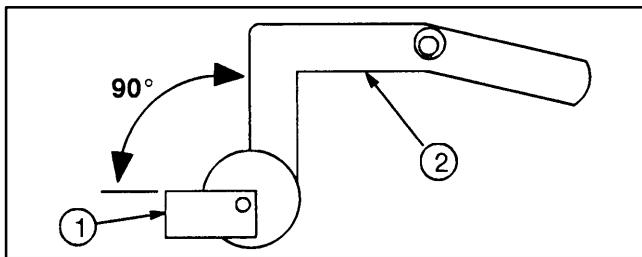

Abbildung 27
**WICHTIG: Die Befestigung an der Mitläufelaufscheibe muß 80° bis 90° zum Mitläuferaufnahmenprofil montiert werden (Abb. 27). Andernfalls kann sich der Aufsitzmäher eventuell beim Durchdrücken der Kupplung leicht bewegen.**